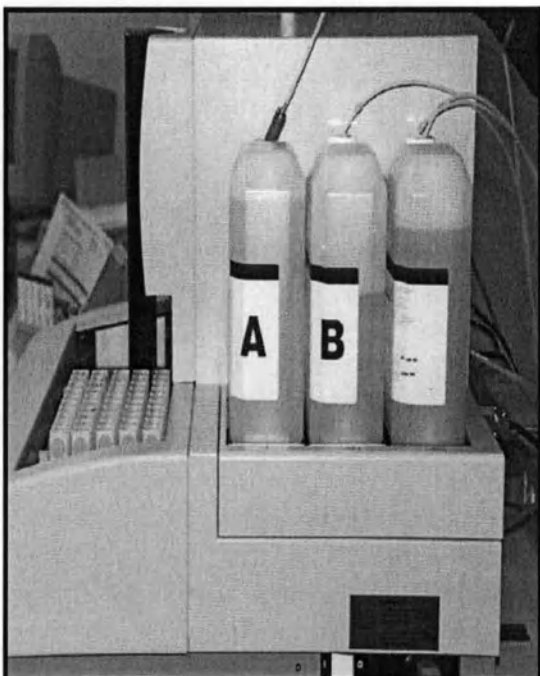

Рис. 3-10 Установка фильтров в бутылки
5. Отвинтите крышки с каждой бутылки. Маркированные фильтры устанавливаются в соответствующие бутылки. Поместите фильтр таким образом, чтобы он касался дна бутылки. Завинтите крышку каждой из бутылки (Рис. 3-10).